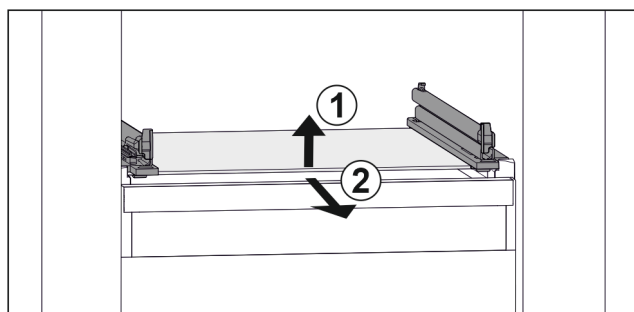

Fig. 72 Eksempel på fremstilling av glassplaten
- Løft opp glassplaten foran. Fig. 72 (1)
- Ta ut glassplaten fremover. Fig. 72 (2)